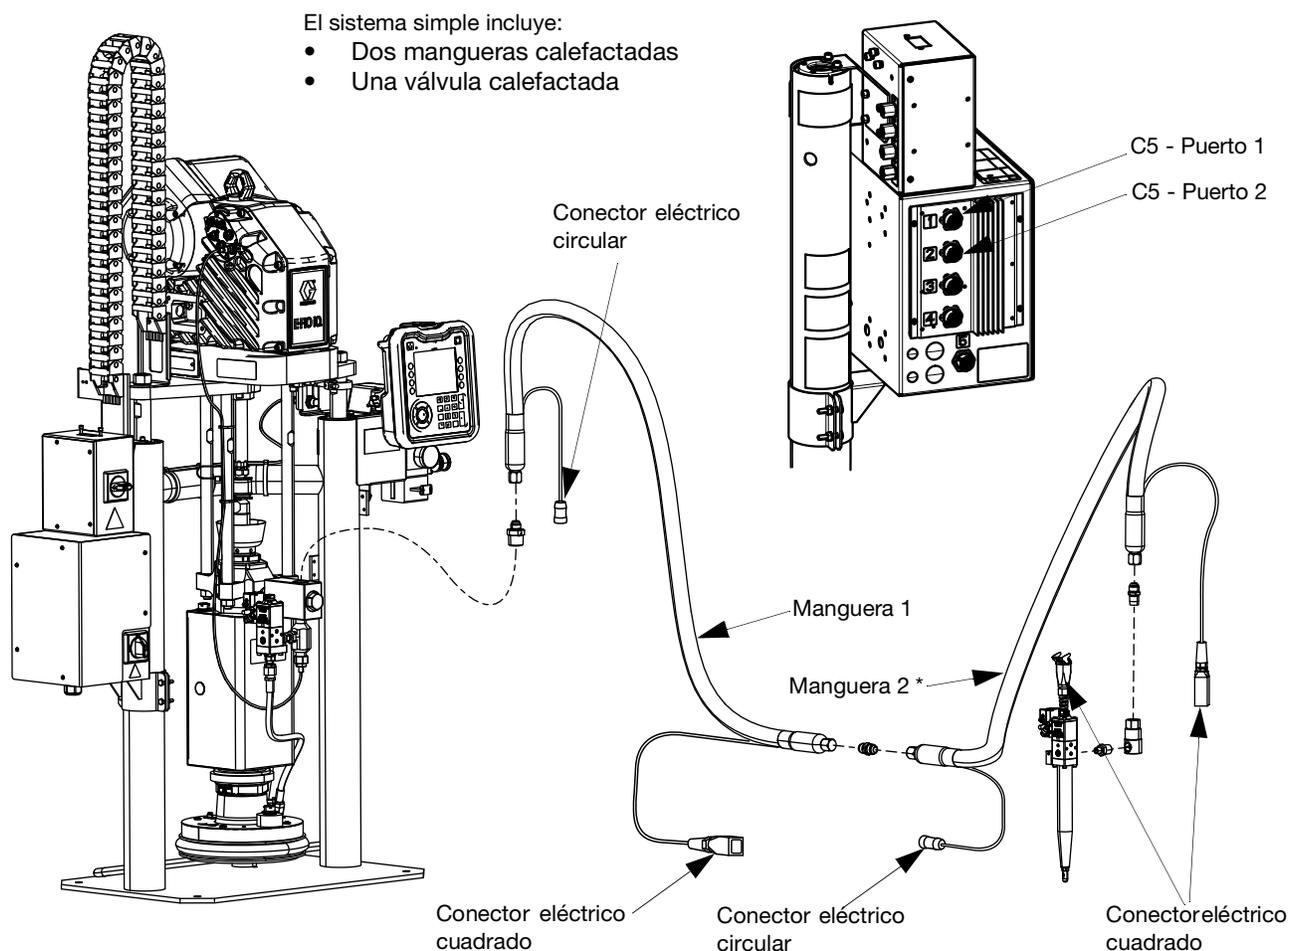

FIG. 32
- Válvula calefactada: conexiones eléctricas cuadradas de la manguera 2 a la válvula dosificadora iQ (B). Consulte la FIG. 32.